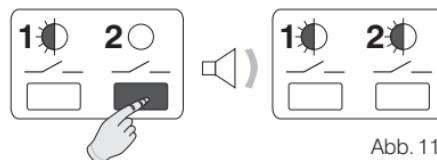

Abb. 11
- Die **Taste 2/–** gedrückt halten, bis ein einzelnes, akustisches Signal ertönt; dann die Taste loslassen. Beide **LED** blinken. **Kanal 2** ist zur Folgeregelung durch den **Master-Zeitthermostat** bereit (Abb. 11).